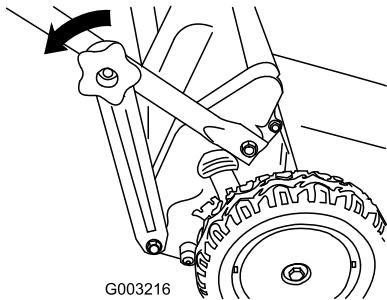

Figure 49
1. Retirez les boutons de la partie inférieure du guidon (Figure 49).
2. Détachez les supports aux deux extrémités de la partie inférieure du guidon (Figure 49).